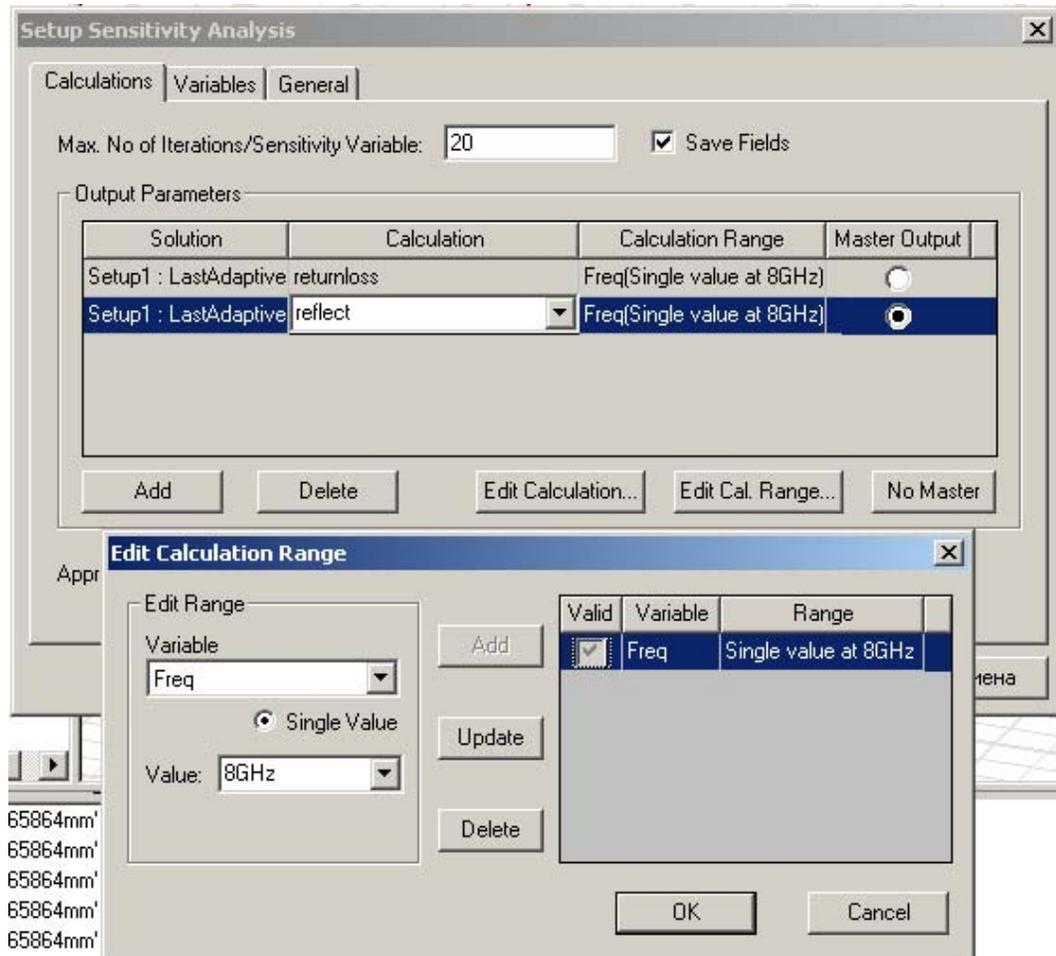

Рис. 12.32. Редактирование выходных параметров и диапазона изменения частот при выполнении анализа чувствительности
1. В закладке **Calculate** диалогового окна **Setup Statistical Analysis** (рис. 12.32), нажмите **Edit Calc**. Появляется диалоговое окно **Edit Calculation Range**.